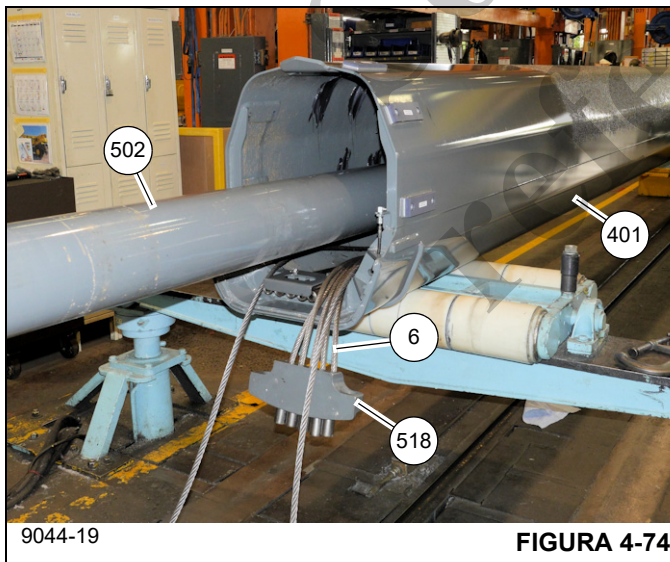

FIGURA 4-74
25. Inserte el cilindro telescópico N.º 1 (502) aún más en la sección telescópica 3 (401) hasta que el retenedor (518) con los cinco cables de extensión (6) conectados esté cerca de la parte trasera de la sección telescópica 3 (401) (vea la Figura 4-74).